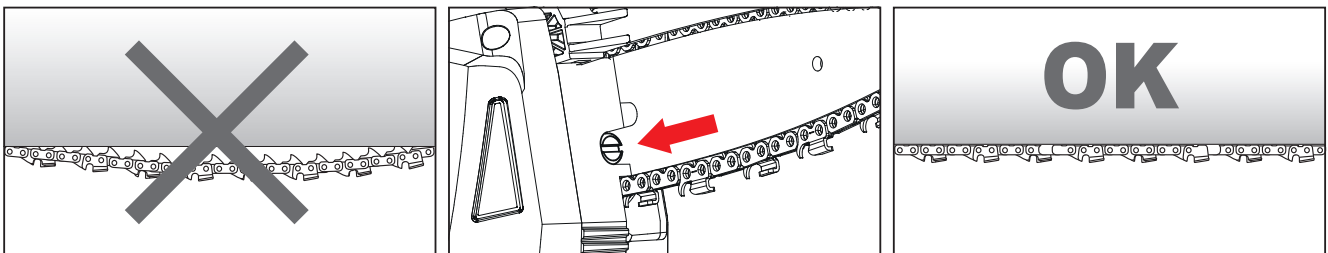

Fig. 10
- Con riferimento alla **fig. 10**, spegnere il potatore ed estrarre la batteria.
- Portare in tensione la catena ruotando la vite (1).